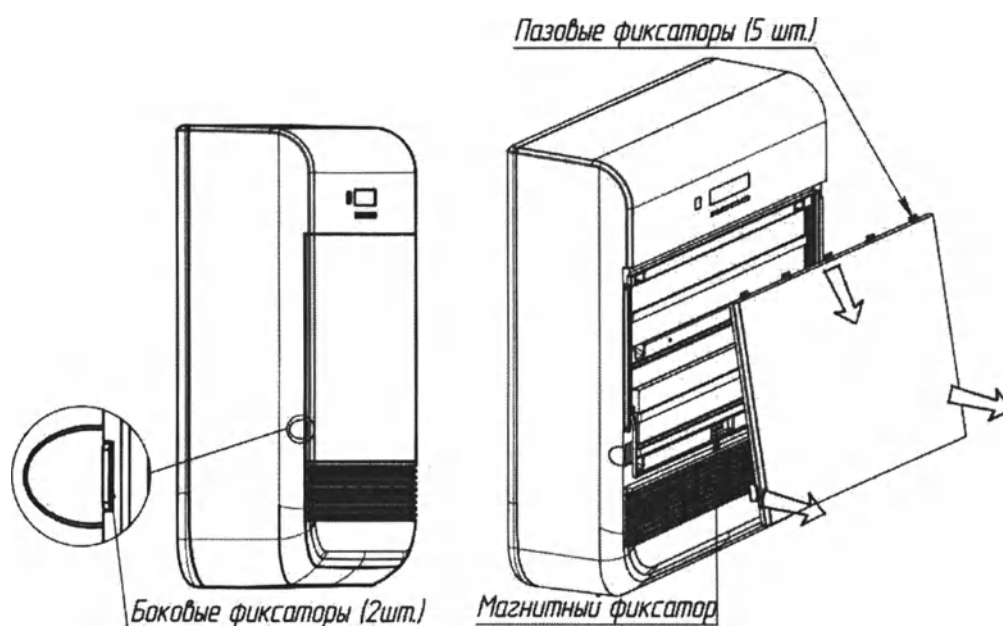

Рисунок 6.1 – Снятие сервисной панели прибора
6.2.1 Снимите сервисную панель, выполнив следующие действия (рисунок 6.1):